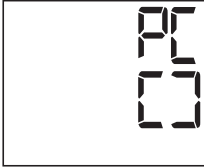

Fig. 1
- Porniți transferul de date din software-ul pentru PC „medi.connect”. În timpul transferului de date, pe ecran se afișează o animație. Un transfer de date reușit se afișează pe ecranul tensiometrului așa cum arată fig. 1.